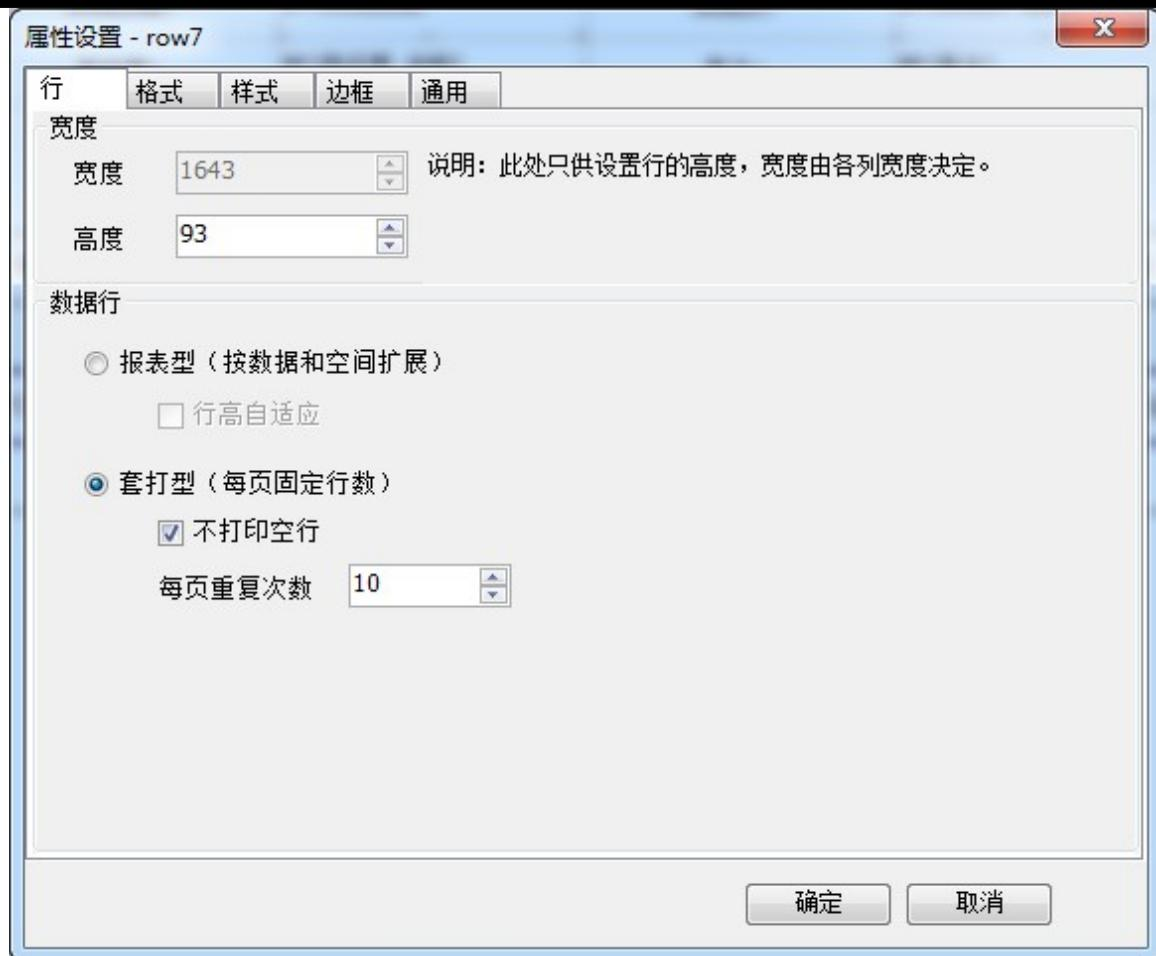

图 6-1-14 数据行属性设置
- 14、通过导航树栏选择数据表格第三行，即数据源行，点击工具栏属性，在弹出的属性界面的行属性中，选择套打型，设置不打印空行，设置每页重复次数为10，如图6-1-14所示，套打型和报表型的区别参见备注。